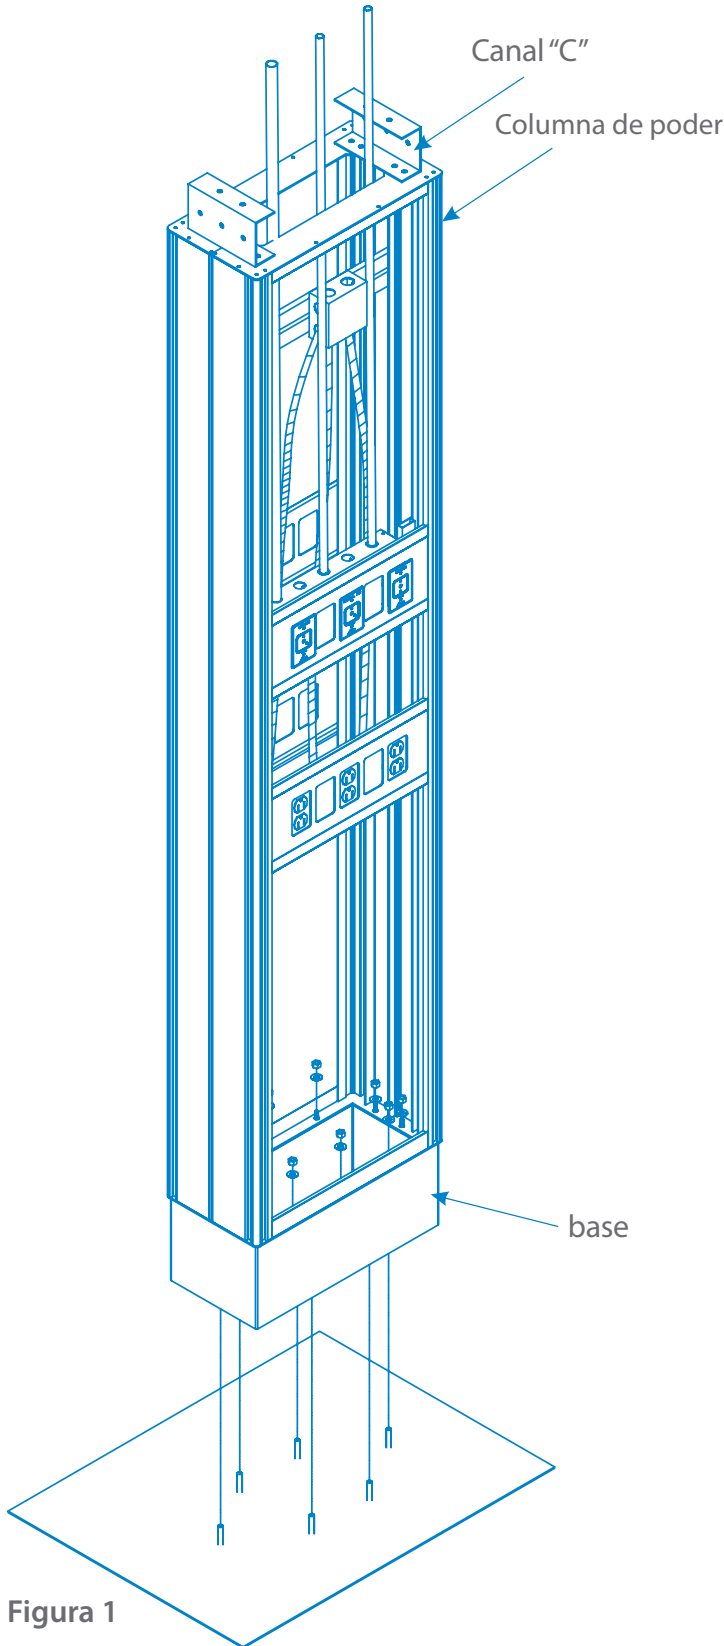

Figura 1
3. Afirme la base de la columna al piso (hardware no incluido). Tenga en cuenta que la base no tiene que sacarse para completar este paso. Ver figura 1.